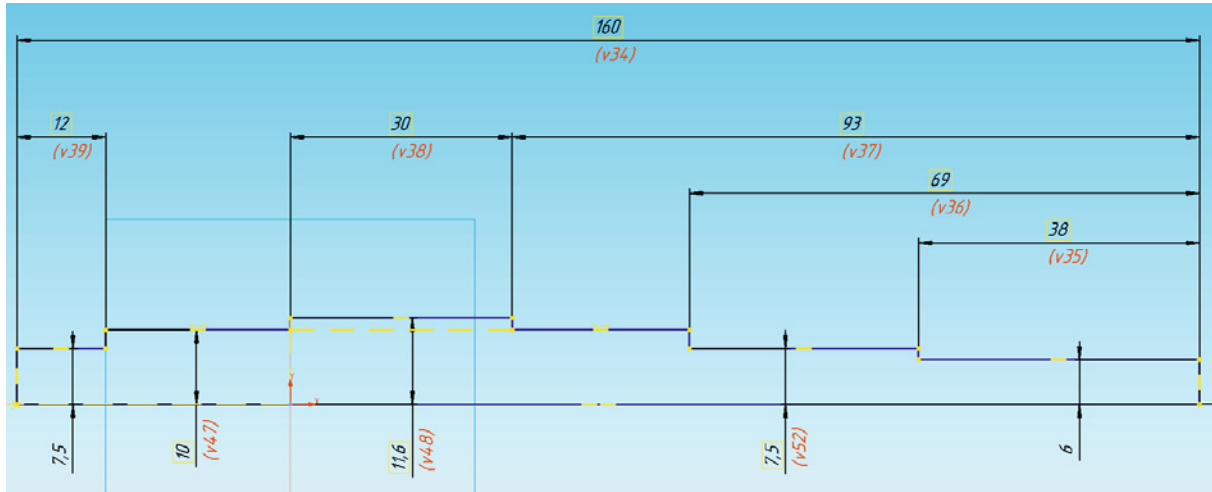

Bild 3.27:
- Definieren Sie von links nach rechts **15/2**, **20/2**, **23.2/2**, auslassen, **15/2** und **12/2** (Abb. 3.27).